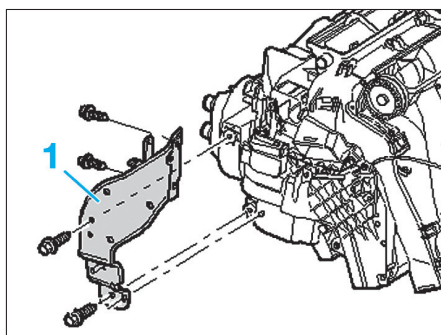

Fig. 25
- Déposer le support (1) (Fig.25).
- Dévisser les vis inférieures du support (1) (Fig.25).